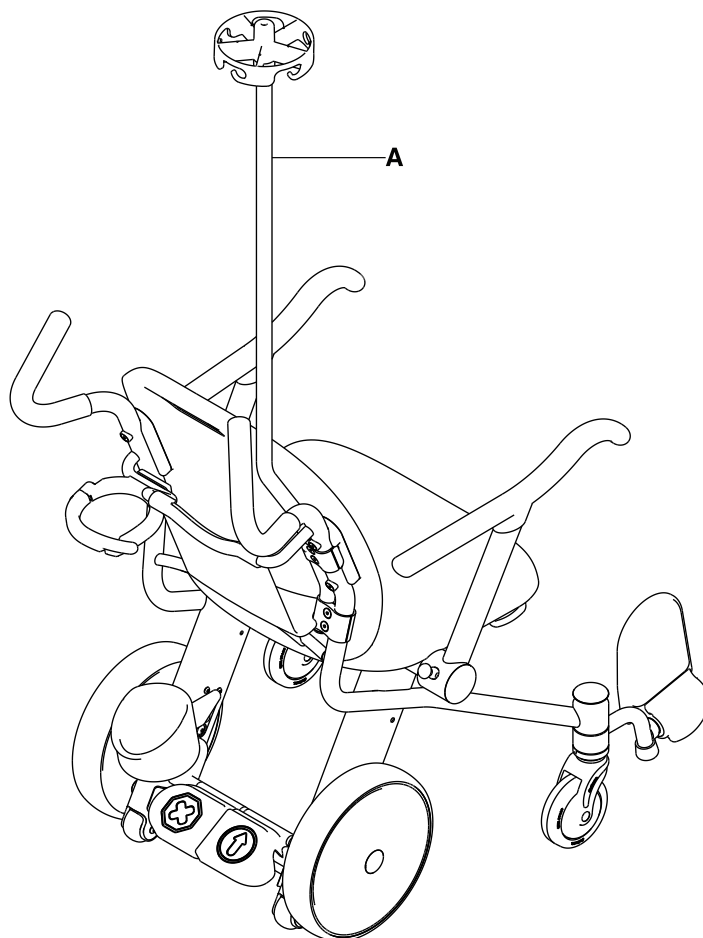

Figure 2-15 : Support de perfusion
1. Tirer sur le support de perfusion optionnel (A) pour s'assurer qu'il est bien fixé (Figure 2-15 à la page 2-27).